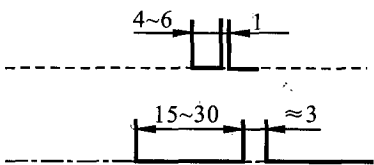

图 1-20
- (1)在同一图样中,同类图线的宽度应一致。
- (2)手工尺规绘图时,虚线、点画线的线段长度和间隔应各自大致相等,并建议在图 1-20 所示范围内选取。